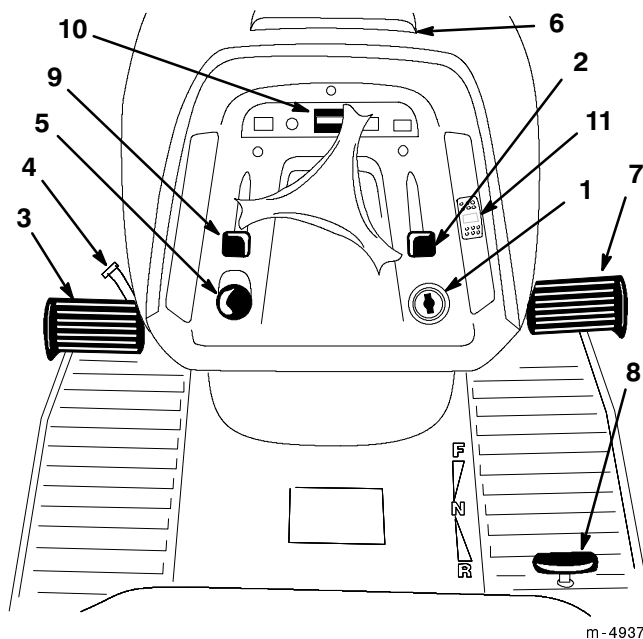

Abbildung 1
Machen Sie sich mit den Bedienungselementen (Abb. 1) vertraut, bevor Sie den Motor anlassen oder die Maschine bedienen.
1. Das Bremspedal (Abb. 1) herunterdrücken und in dieser Position halten.
2. Den Feststellbremsenhebel (Abb. 1) im Gegenuhrzeigersinn drehen und langsam den Fuß vom Bremspedal nehmen. Das Bremspedal sollte in gedrückter (gesperrter Position) bleiben.
1. Das Bremspedal (Abb. 1) treten. Der Feststellbremsenhebel sollte sich lösen.
2. Den Fahrtreglerschalter auf Position ON schieben (Abb. 1).
Der Betriebsstundenzähler befindet sich am Armaturenbrett (Abb. 1). Er zeigt die Gesamtzahl der Stunden an, die die Maschine in Betrieb war.